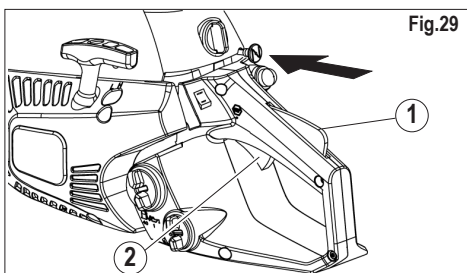

Fig.29
- Maintenir la tronçonneuse immobile fig. 29 en laissant tourner le moteur et la chaîne pendant au moins 15 secondes (pour un préchauffage).
8) Presser avec la paume de la main le levier de blocage de l'accélérateur (fig. 29 pièce 1) et appuyer ensuite sur le levier de l'accélérateur (fig. 29 pièce 2) ; ainsi, « L'AVANCE DE L'ACCÉLÉRATEUR » se désactive, la vitesse du moteur descend jusqu'au ralenti.
- 3) Tirer énergiquement la poignée du lanceur, jusqu'à la mise en marche du moteur fig.29.